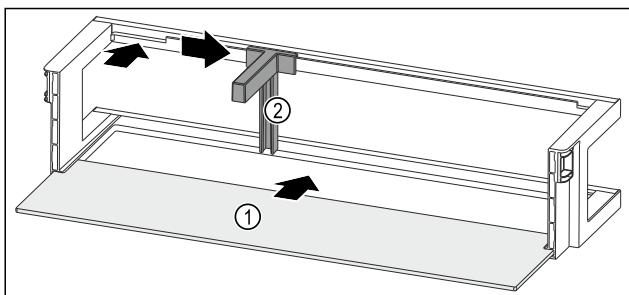

Fig. 119 Vratna polica z odlagalno polico
- Odlagalno polico Fig. 119 (1) vstavite v stranske utore.
- Vstavite držalo za steklenice Fig. 119 (2) v odprtino.
- Držalo za steklenice Fig. 119 (2) potisnite na stran do želenega položaja.